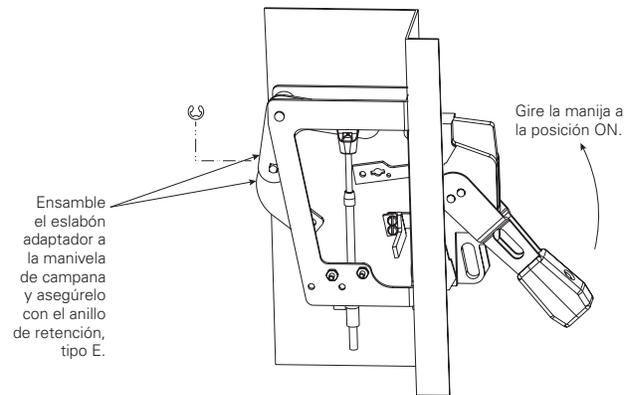

Fig. 2-3. Ensamble de eslabón adaptador para manivela de campana
- Paso 4.** Inserte el eslabón del adaptador en el perno de la manivela de campana a través del orificio más grande del eslabón (vea la Fig. 2-3). Asegure el eslabón del adaptador insertando el anillo de retención, tipo E, en la ranura del perno de la manivela de campana.